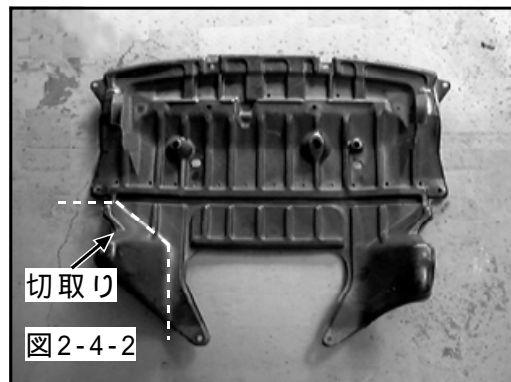

図2-4-2
- (3) アダプタサーモAssyとアンダカバーとが干渉しないようにアンダカバーの図の位置を切取ってください。(図2-4-2)